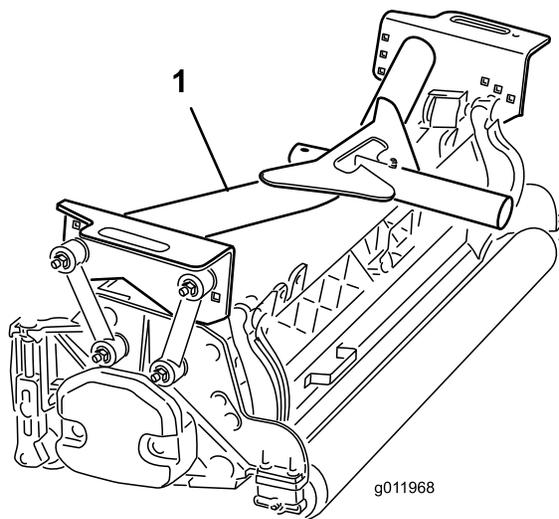

図 16
- 前キャリアフレーム 図 16 を各前カッティングユニットに載せる。